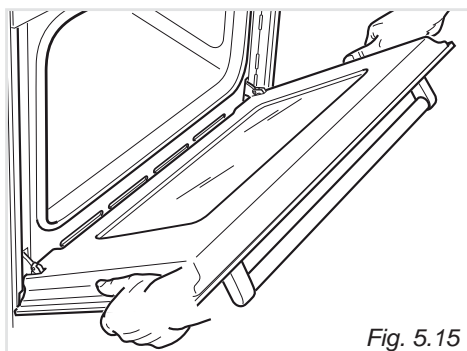

Fig. 5.15
- Tenez la porte tel qu'indiqué à la fig. 5.15.
- Saisir solidement la porte (fig. 5.15).